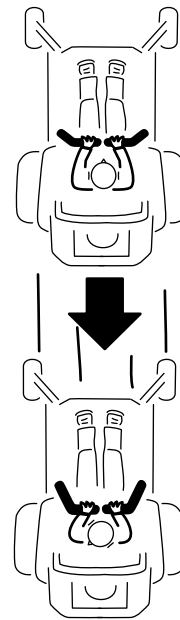

Figura 32
2. Para ir hacia atrás, tire lentamente de las palancas de control de movimiento hacia atrás (Figura 32).